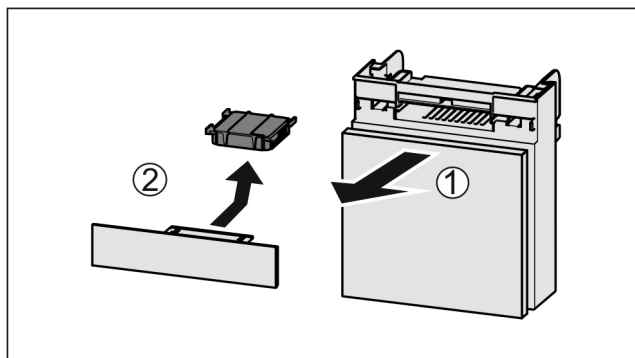

Fig. 181
- ▶ Extrageți Fig. 181 (1) compartimentul către înainte.
- ▶ Scoateți Fig. 181 (2) filtrul de cărbune activ.